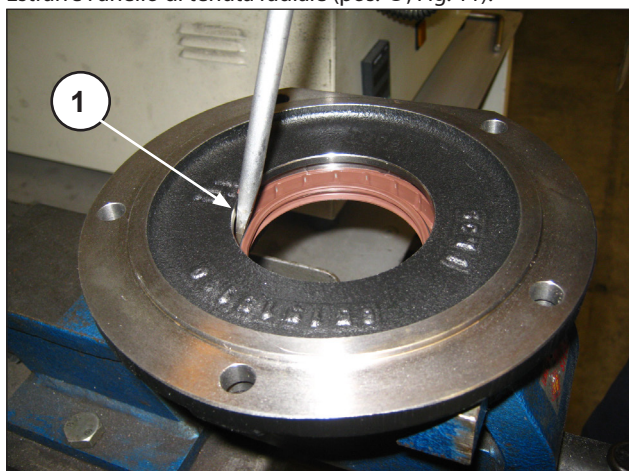

Fig. 11
Estrarre l'anello di tenuta radiale (pos. ①, Fig. 11).